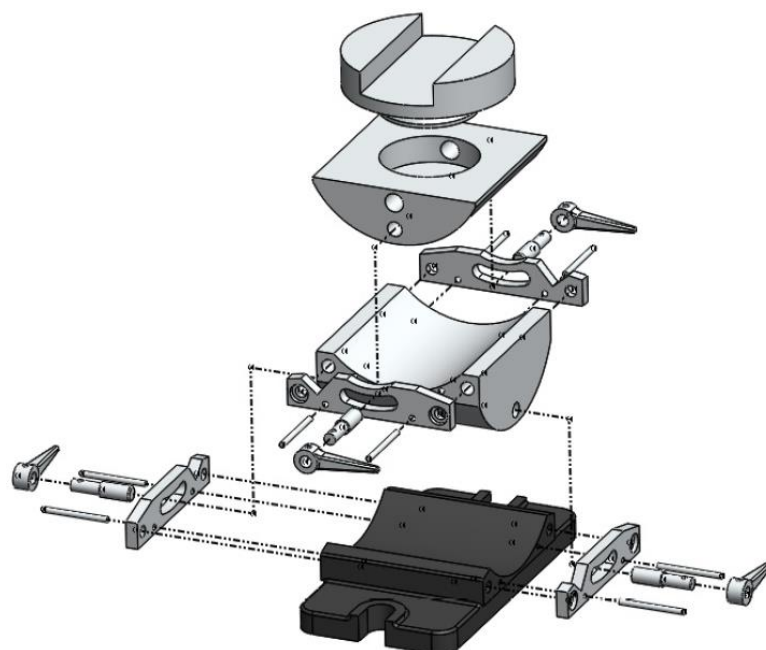

Рисунок 11.9 – Рознесений вигляд збірки з лініями рознесення
- б) Створити рознесений вигляд збірки Tool Vise (див. рис. 11.9).